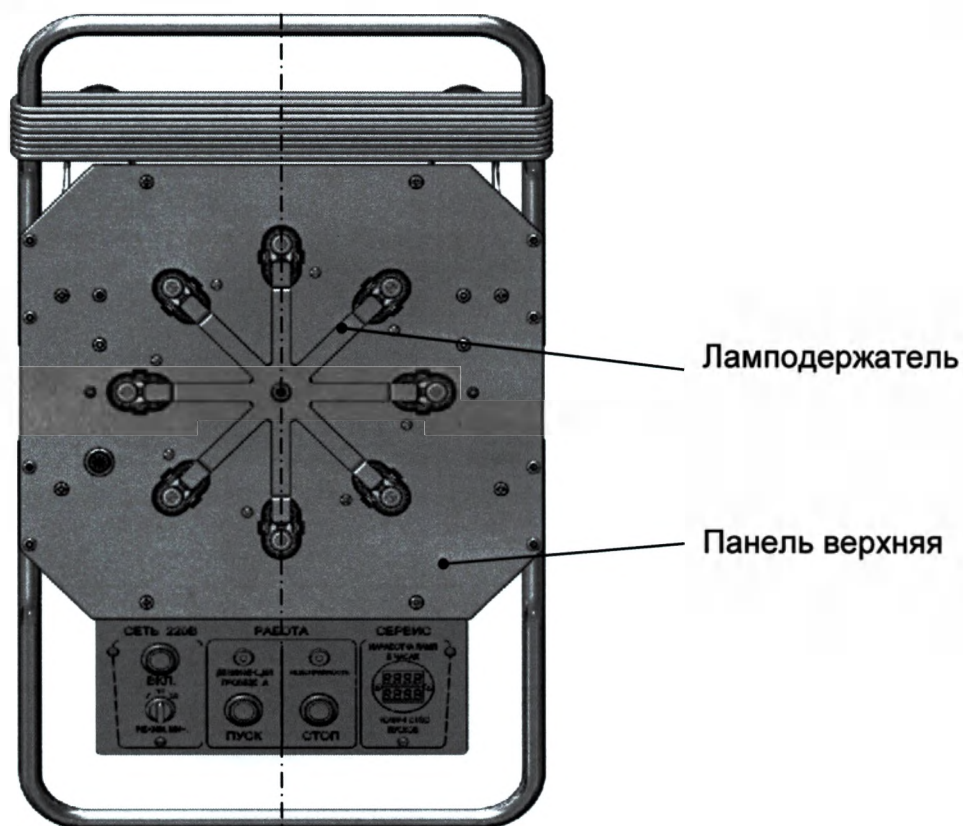
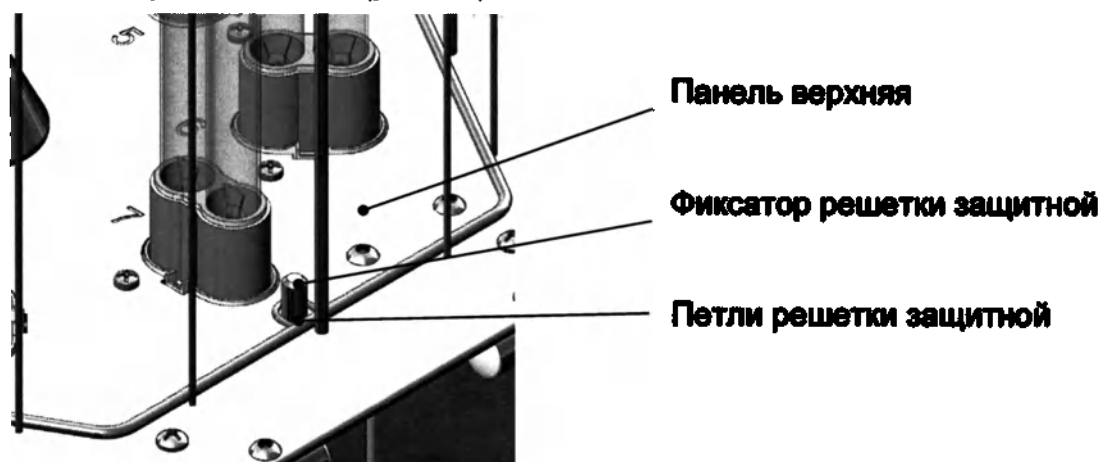
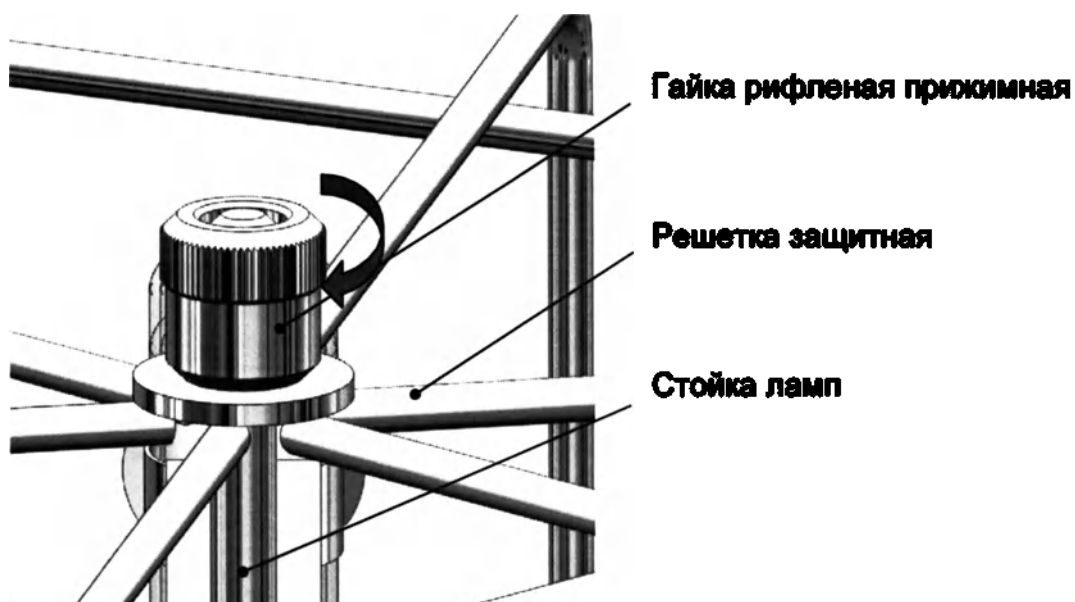

Рис. 20. Правильное угловое положение ламподдержателя.
Рис. 22. Установка решётки защитной.
Рис. 23. Фиксация решётки защитной
Выставить правильное угловое положение ламподдержателя относительно верхней панели установки в соответствии с рис. 20, и окончательно затянуть гайку М8 гаечным ключом S13.
- 6.7 Установить решетку защитную на верхнюю панель: верхнее центрирующее отверстие решётки совместить со стойкой ламп, а петли решётки – с фиксаторами, расположенными на верхней панели (рис. 22).
- 6.8 Зафиксировать решетку защитную гайкой рифлёной прижимной (рис. 23). Гайку закручивать вручную, без применения инструмента, до контакта с решёткой. При транспортировке гайка рифлёная прижимная зафиксирована на стойке ламп.
- Установить решетку защитную, зафиксировав ее прижимной гайкой (п.6.7 рис. 22 и п.6.8 рис. 23).
- Установить решетку защитную, зафиксировав ее прижимной рифлёной гайкой (п.6.7 рис. 22 и п.6.8 рис. 23).
- Установить защитную решетку на панель верхнюю, при этом стойка ламп должна проходить сквозь центрирующее отверстие в верхней части решетки, а каждая петля решетки была надета на ответный фиксатор на панели верхней (рис. 20 и рис.22).
- Слегка прижать решетку к панели, закрутив гайку рифлёную прижимную рис. 23.